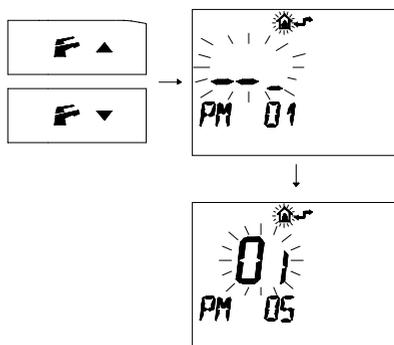

Figura 8.6
- Premere i pulsanti **F** (down) e **F** (up) per visualizzare la programmazione **"PM05" settaggio gas fase 1** (Figura 8.6).
- Il SET programmato che lampeggia **01** indica che la caldaia è predisposta per funzionare con gas **Metano (G20)** (Figura 8.6)